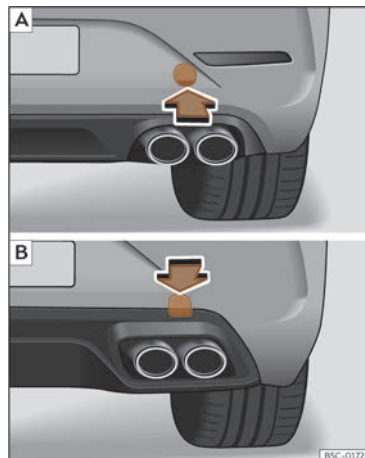

Fig. 208 No lado dereito do parachoques traseiro: retire a tapa. **A**) Leon Sportstourer; **B**) Leon.
A cavidade da argola de remolque enroscada está situada no lado dereito do parachoques traseiro detrás dunha tapa >>> **fig. 208**.
- *Leon Sportstourer*: Prema sobre a zona inferior da tapa >>> **fig. 208** [A] para desencaixala.
- *Leon*: Prema sobre a zona superior da tapa >>> **fig. 208** [B] para desencaixala.
- Enrosque a argola de remolque na cavidade, xirándoa ao máximo **no sentido contrario ao das agullas do reloxo** >>> **fig. 208** , >>> **fig. 208**. Use un obxecto adecuado co que poida enroscar totalmente e con firmeza a argola de remolque na súa cavidade.